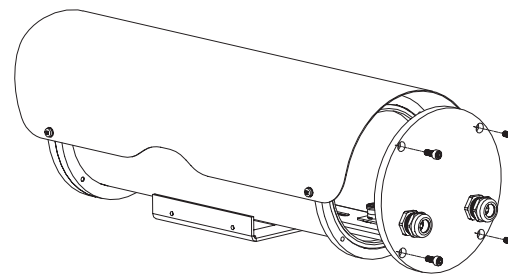

Fig. 1
- Aprire la custodia svitando le 4 viti del fondo posteriore (Fig. 1).
- Ouvrir le caisson en desserrant les 4 vis du panneau postérieur (Fig. 1).
- Open the housing by unscrewing the 4 screws on the rear cover plate (Fig. 1).
- Das Gehäuse durch Abnehmen der 4 Schrauben auf der hinteren Abdeckplatte öffnen (Fig. 1).